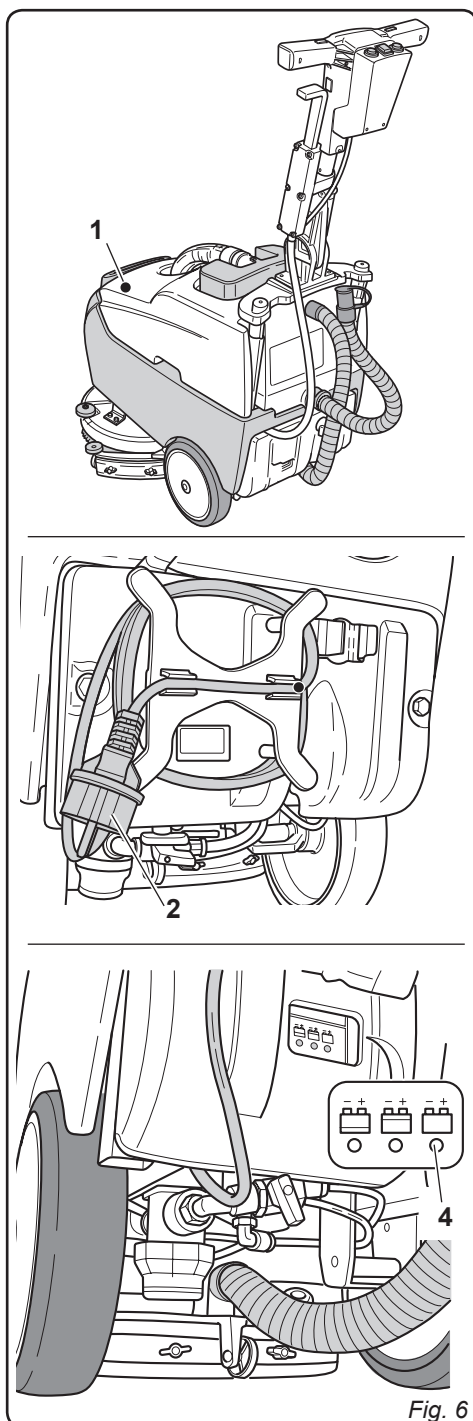

Fig. 6
4.1 CARICA DELLA BATTERIA (Fig. 6) (solo per versione CB)